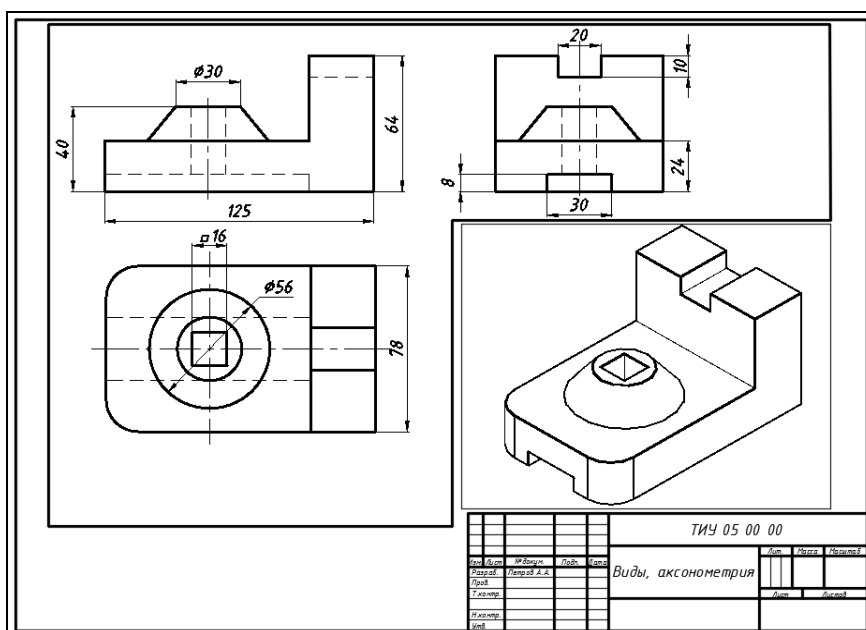

Рис. 6.9
9. Окончательно скомпоновать чертеж на видовых экранах. Видовые экраны можно перемещать, растягивать, масштабировать и стирать при помощи стандартных команд (рис. 6.9).